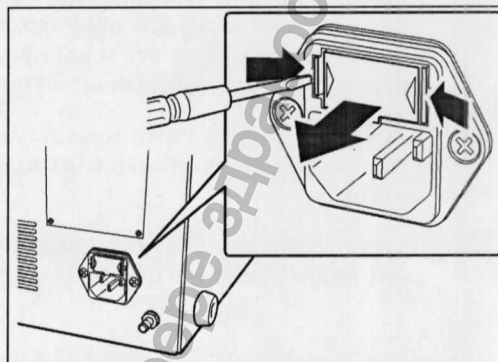

Рисунок 6.5
- 2 Поместите отвертку в выемку с одной или с обеих сторон патрона предохранителя сразу же над гнездом электропитания. (см. рисунок 6.5)